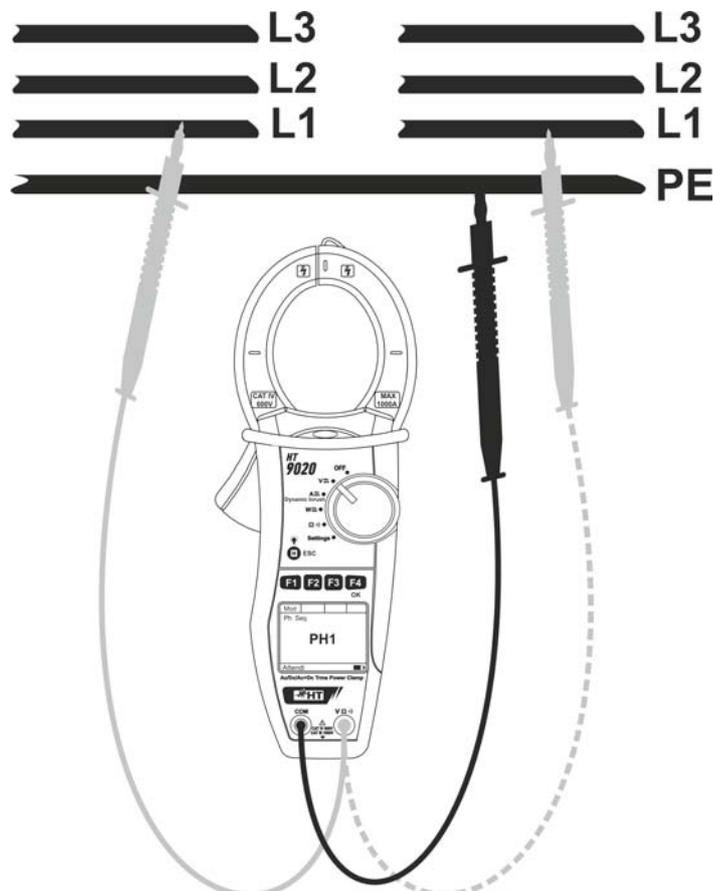

Fig. 8: Vérification de Concordance de phase
2. Insérer le câble rouge dans l'entrée **VΩ[~]** et le câble noir dans l'entrée **COM** et positionner les câbles respectivement sur la phase L1 du premier système et la référence au sol PE du circuit testé (voir Fig. 8).